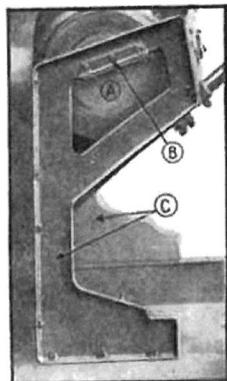

Fig. 247. — Réservoir à essence et ses coquilles.
- 8—Enlever les 4 boulons fixant le réservoir sur les coquilles (fig. 247).